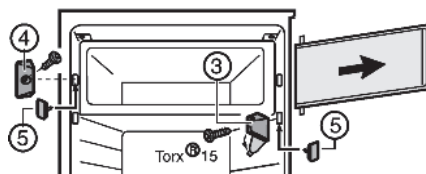

Fig. 3
- ▶ Откройте крышку на опорном кронштейне Fig. 3 (3).
- ▶ Открутите опорный кронштейн Fig. 3 (3) с дверцей камеры.
- ▶ Открутите запирающий элемент Fig. 3 (4).
- ▶ Закройте образовавшиеся отверстия прилагающимися пробками Fig. 3 (5).